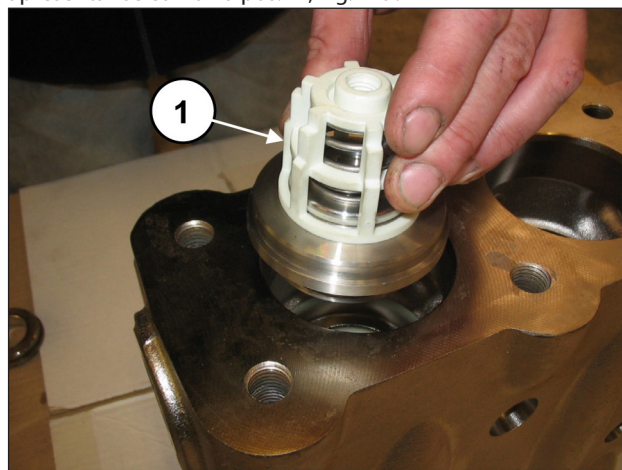
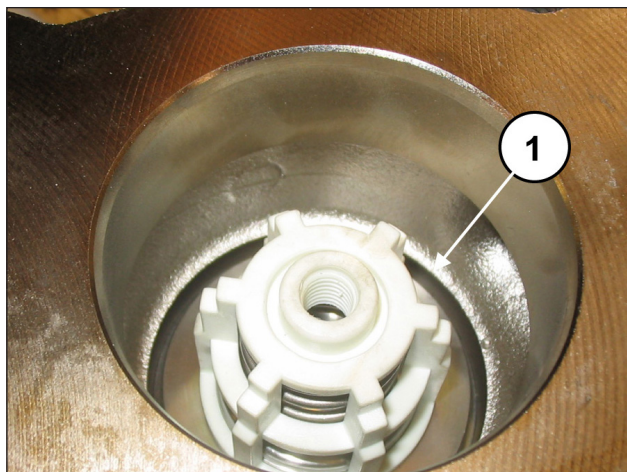

Fig. 118
Fig. 119
Insira o grupo da válvula de descarga (pos. ①, Fig. 118). O grupo da válvula deve ser inserido completamente no fundo e apresentar-se como na pos. ①, Fig. 119.